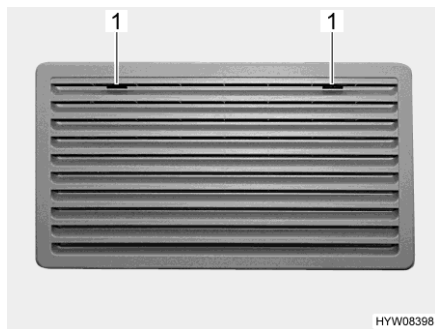
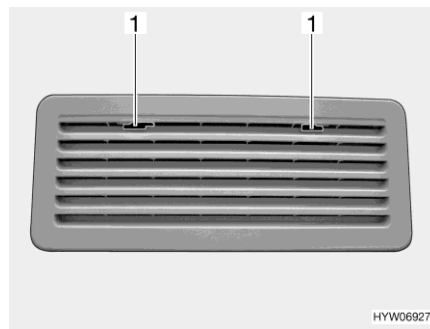

Fig. 252 Rejilla de ventilación del frigorífico (Thetford grande)
Fig. 253 Rejilla de ventilación del frigorífico (Thetford pequeño)
- Deslizar el bloqueo (Fig. 252,1 ò Fig. 253,1) hacia el centro.